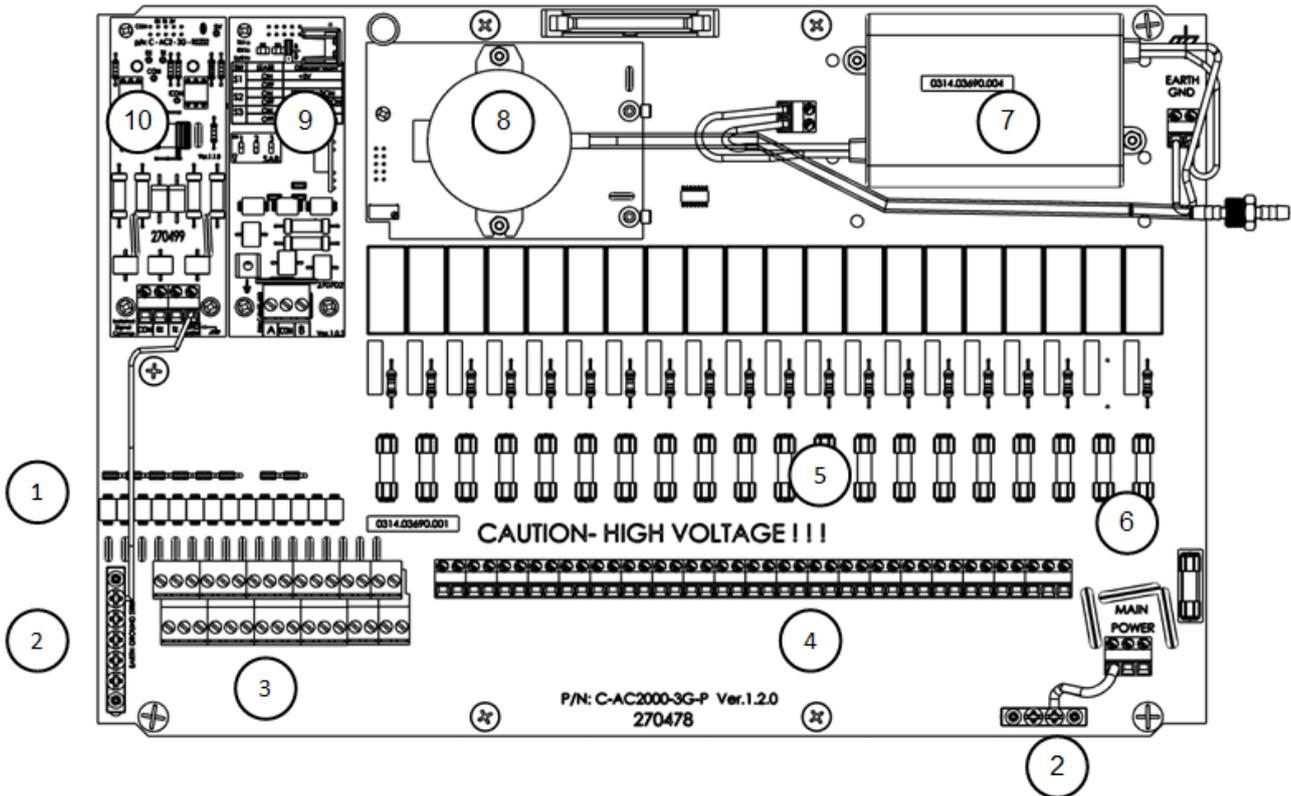

Figura 6: Componentes da placa
- Figura 6: Componentes da placa, página 96
Se você precisar substituir o cartão, coloque o novo cartão como mostrado na Figura 6 (posição rotulada como UART0).